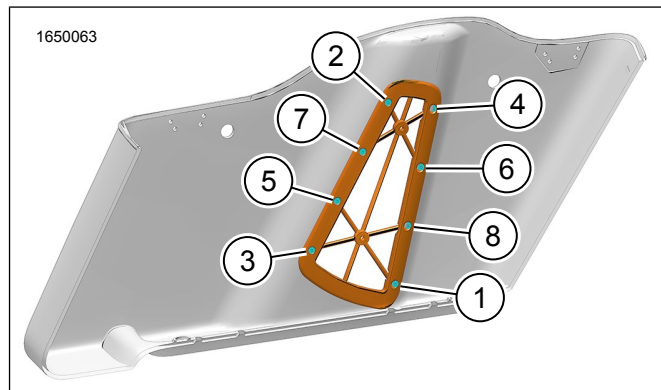

Figura 13. Secuencia de par de torsión - Tornillos de bisel
- b. Consulte la Figura 13. Apriete en secuencia.